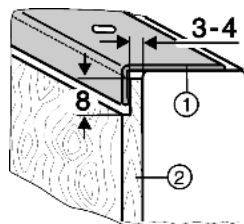

Fig. 10
- Dikkere decorplaten *Fig. 10 (2)* conform afbeelding reduceren tot maximaal 4 mm dikte.